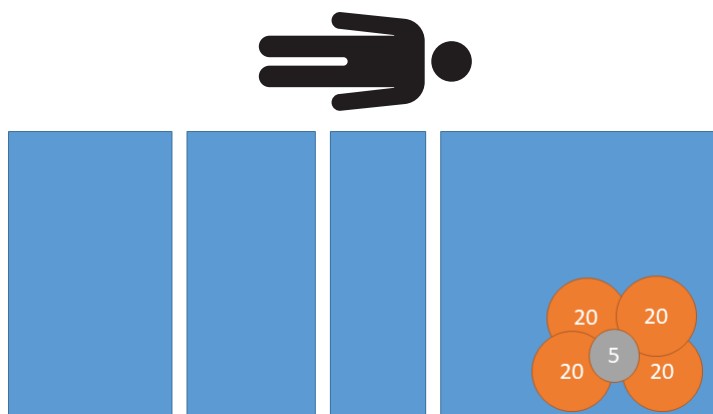

Figura 13 – Test de excentricitate - 85 kg pe stânga la partea pentru cap
1. Folosind greutăți calibrate, așezați 85 kg pe stânga la partea pentru cap (Figura 13).